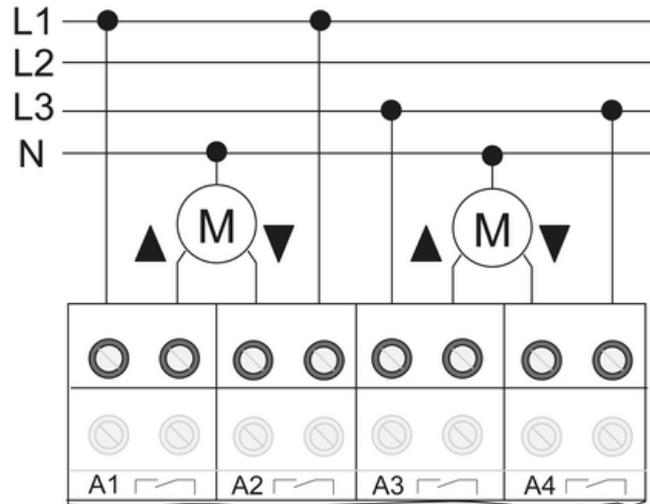

Bild 5: Anschlussbeispiel Jalousiemotoren
- Jalousiemotoren anschließen (Bild 5).